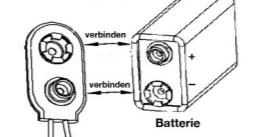

Bild 1
2. Nehmen Sie die Batterie heraus. Setzen Sie die neue Batterie richtig ein (siehe Bild 1).